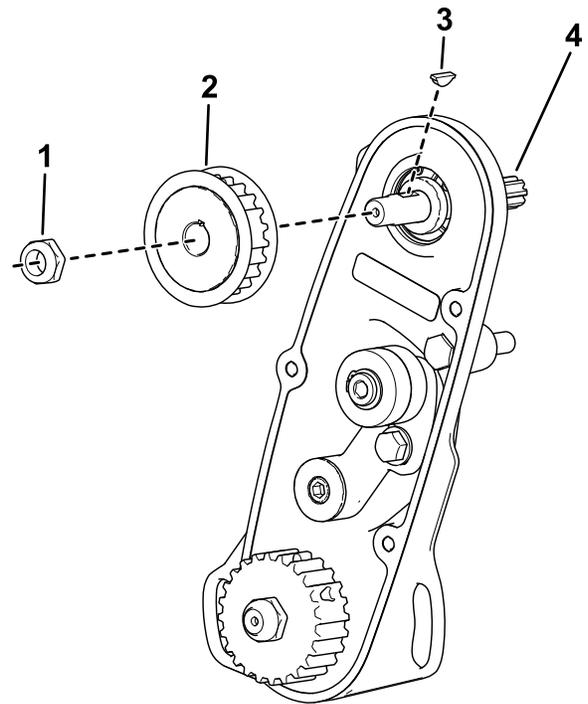

Figura 5
6. Retire la tuerca, la polea y la chaveta (Figura 5).
7. Retire el árbol de transmisión del molinete existente (Figura 5).